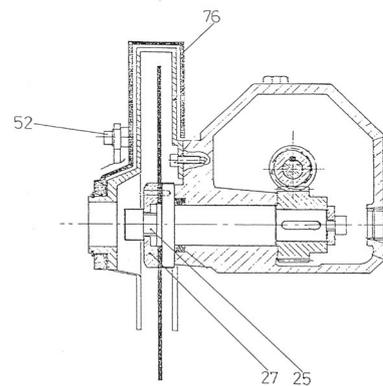

Abb. 12: Montage des Sägeblatts
Die Schraube [25] im Uhrzeigersinn abschrauben, den Flansch [27] herausziehen und das Sägeblatt aufsetzen. Dabei auf die richtige Position der Verzahnung achten! Drehrichtung siehe Pfeil auf dem Sägeblatt-Schutz [Abb. 12].
Schritt 2: Den Flansch [27] montieren und die Schraube [25] wieder anschrauben [Abb. 12].